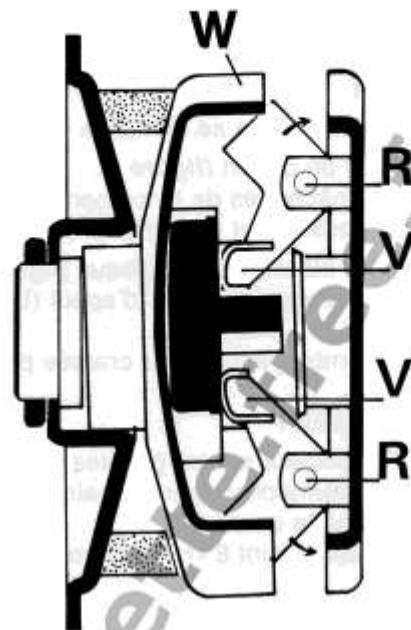

Fig. 5
Quand la vitesse augmente (figures 5 et 7), l'action de la force centrifuge, se fait sentir, et agit sur les masselottes (V) qui pivotent autour de leurs axes (R) et déplacent ainsi le flasque mobile (W), obligeant la courroie à monter vers la périphérie de la poulie motrice et à descendre au fond de la gorge de la poulie réceptrice dans une position d'équilibre entre la résistance à l'avancement et la puissance du moteur.